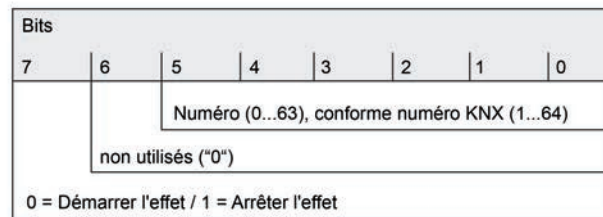

Figure 58: Structure de la valeur d'objet pour le poste auxiliaire d'effet
La structure de la valeur de télégramme pour le poste auxiliaire d'effet s'oriente sur le KNX DPT 18.001, qui est également utilisé pour le poste auxiliaire de scène (figure 58).
- ❗ Il convient de noter que la valeur d'objet de l'entrée de poste auxiliaire selon KNX DPT 18.001 est toujours inférieure de « 1 » par rapport au numéro KNX paramétré (figure 58). Exemple : numéro KNX = « 1 » -> valeur dans l'objet d'auxiliaire = « 0 » -> L'effet portant le numéro KNX 1 est appelé avec la valeur « 0 ». La valeur « 1 » démarre l'effet portant le numéro KNX 2. Ce principe s'applique de même à tous les autres effets et numéros KNX.